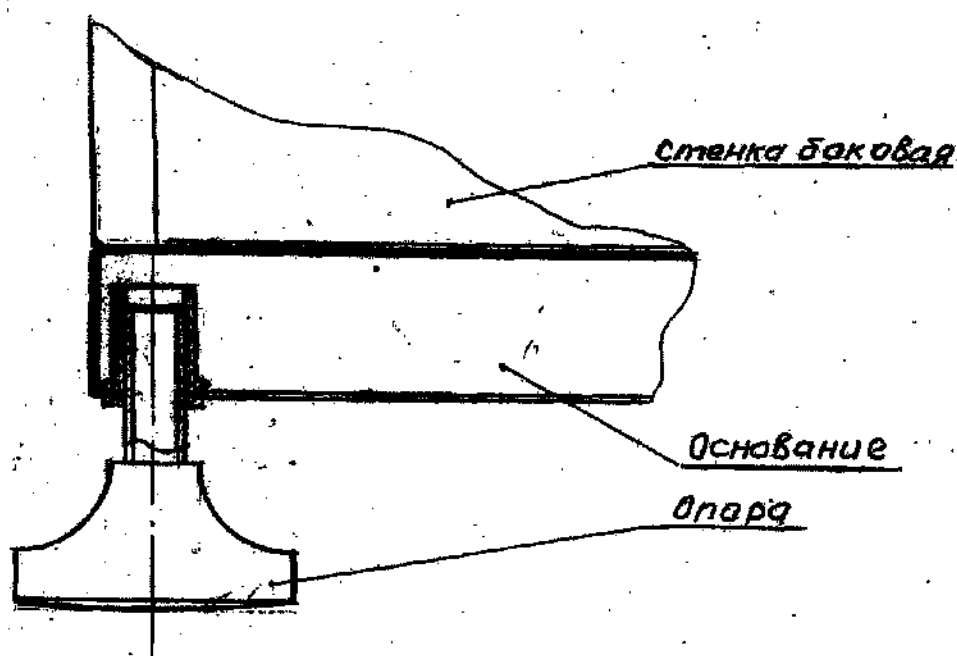

Рис. 5
9. Заверните в Основание 8 Опоры 16 (см. рис. 5).